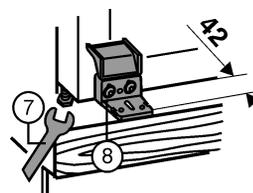

Fig. 19
- ▶ Allineare in profondità la squadra di plastica Fig. 19 (8) a filo con il bordo anteriore dei fianchi del mobile, anche se in tal modo la squadra sporge oltre il fondo del mobile.
- ▶ Livellare l'apparecchio agendo sui piedini di regolazione servendosi della chiave fissa Fig. 19 (7) fornita in dotazione.